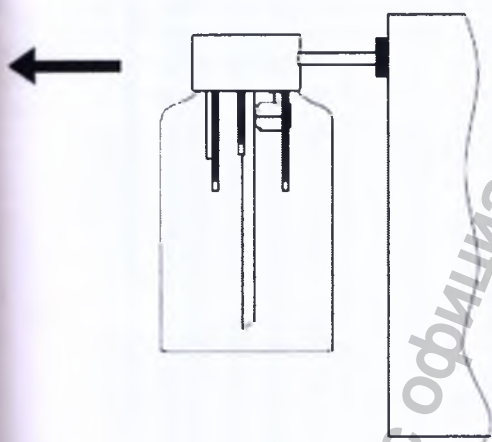

Рис. 2
Чтобы извлечь емкость для сбора откачиваемой жидкости (Рис. 1 (3)) для опорожнения или промывания, потяните ее на себя в горизонтальном направлении (Рис. 2). Если емкость для сбора жидкости оснащена автоматическим сливом, собранные жидкости автоматически откачиваются в сливную систему.